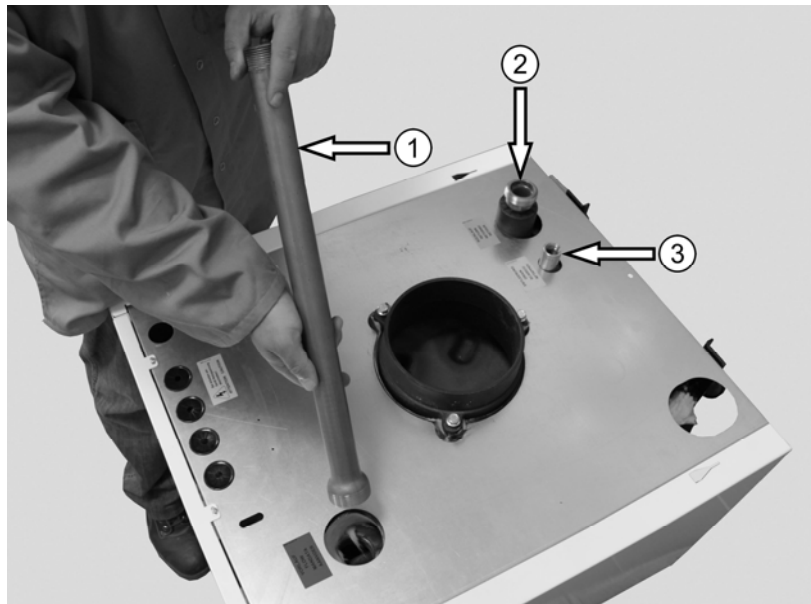

Abb. 16: Kesselanschlussrohr Vorlauf ① und Rücklauf ② (1½“) sowie die Hahnverlängerung ③ an den Verbindungen eindichten und einbauen.
Die in den Abb. 16 und Abb. 29 abgebildeten Rohre und Doppelnippel müssen zwingend eingedichtet werden, um Wasseraustritt zu vermeiden!
In der Abb. 16 ist das Kesselanschlussrohr Vorlauf ① (94.16144-5410) der Baureihe EcoStar 750 dargestellt. Bei der Baureihe EcoStar 720 ist das Kesselanschlussrohr Vorlauf aus dem Speicheranschluss-Set (94.74000-5007) zu verwenden. Dieses liegt dem Zubehörset bei.